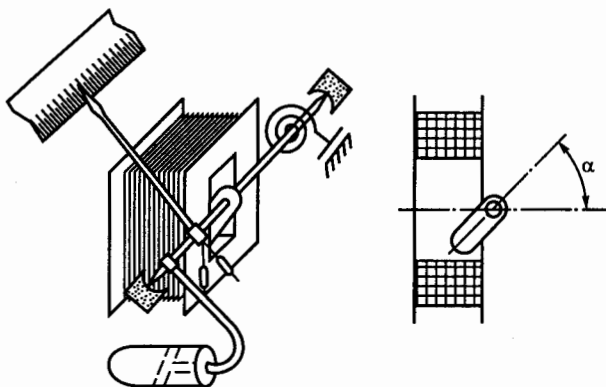

Рис. 165
**5.10.** Какому углу  $\alpha$  соответствуют нулевое ( $\alpha_0$ ) и максимально возможное ( $\alpha_{\max}$ ) отклонения стрелки прибора электромагнитной системы (рис. 165)?